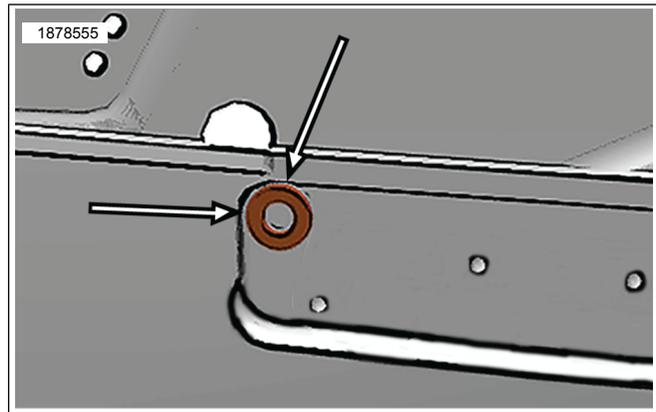

Abbildung 3. Position der oberen Seitenkofferbohrung
- c. Siehe Abbildung 3. Die flache Unterlegscheibe (4) aus dem Satz als Führung für die Bohrung verwenden, indem die Unterlegscheibe flach so gegen die Oberfläche des Seitenkoffers gelegt wird, dass ihr Radius die Oberkante und die Seite der Aussparung berührt.